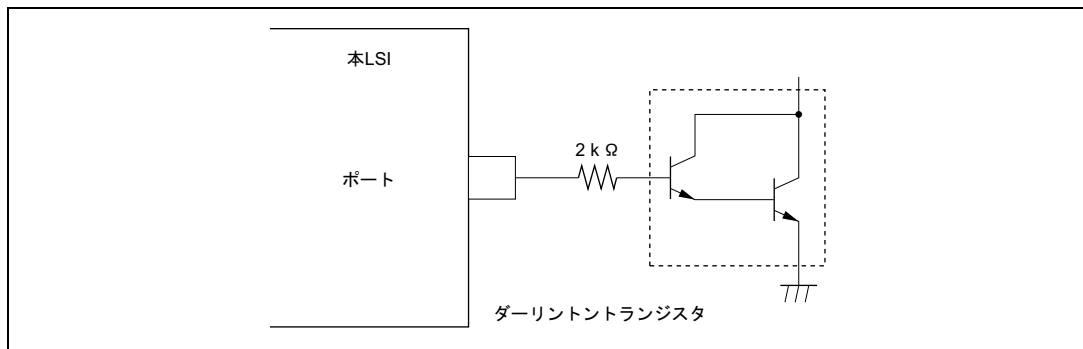
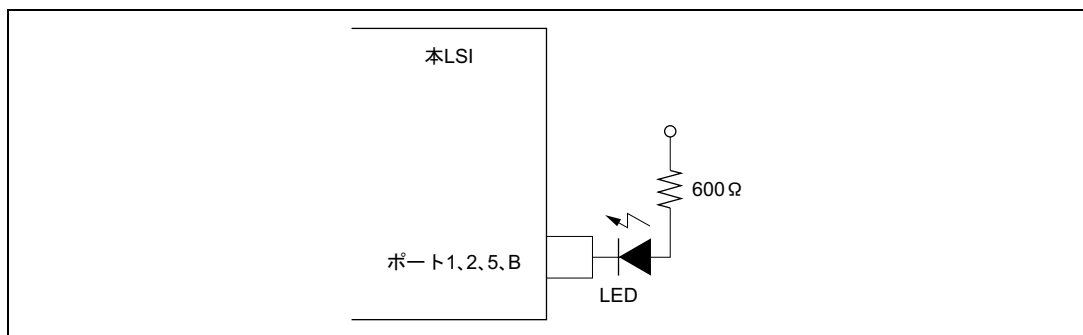

図 21.1 ダーリントントランジスタ駆動回路例
図 21.2 LED 駆動回路例
2. ダーリントントランジスタや、LED を直接駆動する場合には、図 21.1、図 21.2 に示すように、出力に必ず電流制限抵抗を挿入してください。